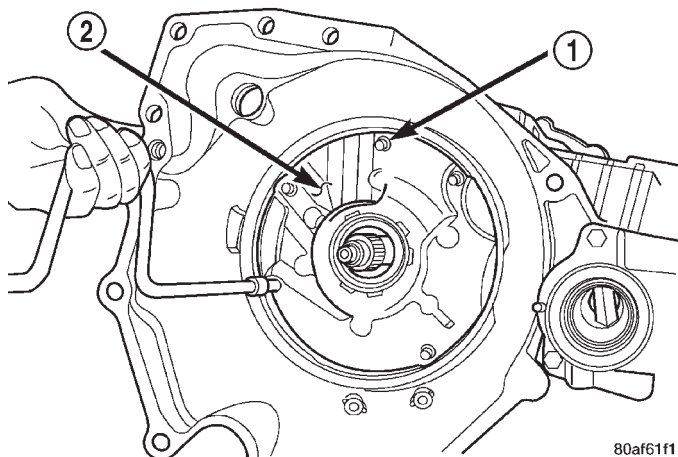

Fig. 142 Instalación de los pernos de la bomba al cárter
(58) Instale los pernos de la bomba de aceite al cárter y apriételos con una torsión de 27 N·m (20 lbs. pie) (Fig. 142).